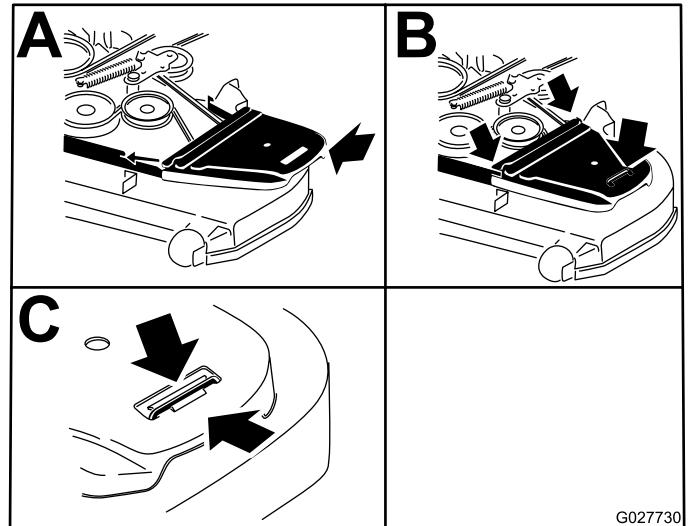

Figure 80
14. Posez les protège-courroies (Figure 80).